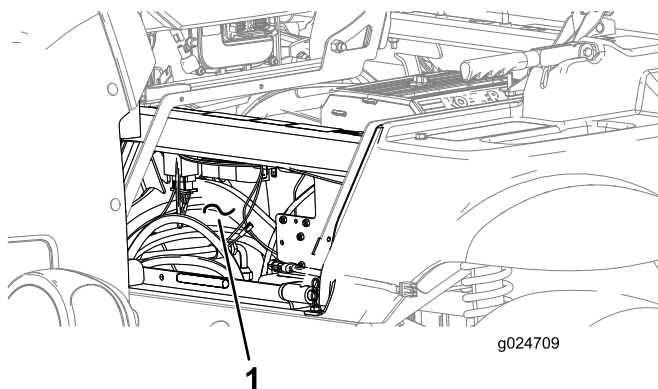

Bild 5
1. Verlegen Sie den Kabelbaum durch die Vorderseite der Sitzabdeckung (**Bild 5**).